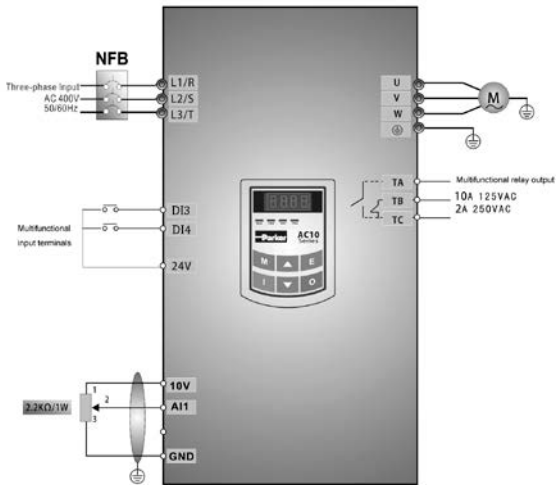

Figure 4-3 Diagramme de câblage 3
(1) Raccordez les fils comme indiqué sur la Figure 4-3. Après avoir vérifié que le câblage a été effectué avec succès, allumez le disjoncteur à l'air libre et mettez le variateur sous tension. Remarque : On peut opter pour un potentiomètre 2 K~5 K pour le réglage des signaux analogiques externes. Dans le cas où une précision plus élevée est requise, veuillez opter pour un potentiomètre multiple précis et utilisez des câbles blindés pour les raccordements avec une bonne mise à la terre de la couche de blindage proche de l'extrémité.